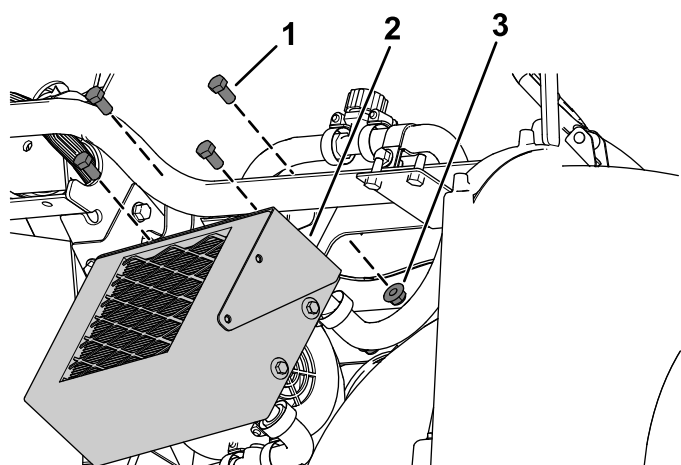

Figura 28
E. Fissate il riscaldatore alla relativa staffa con 4 bulloni a testa esagonale ($\frac{3}{8}$ " x $\frac{3}{4}$ ") e 4 dadi flangiati ($\frac{3}{8}$ ") come mostrato nella Figura 28.